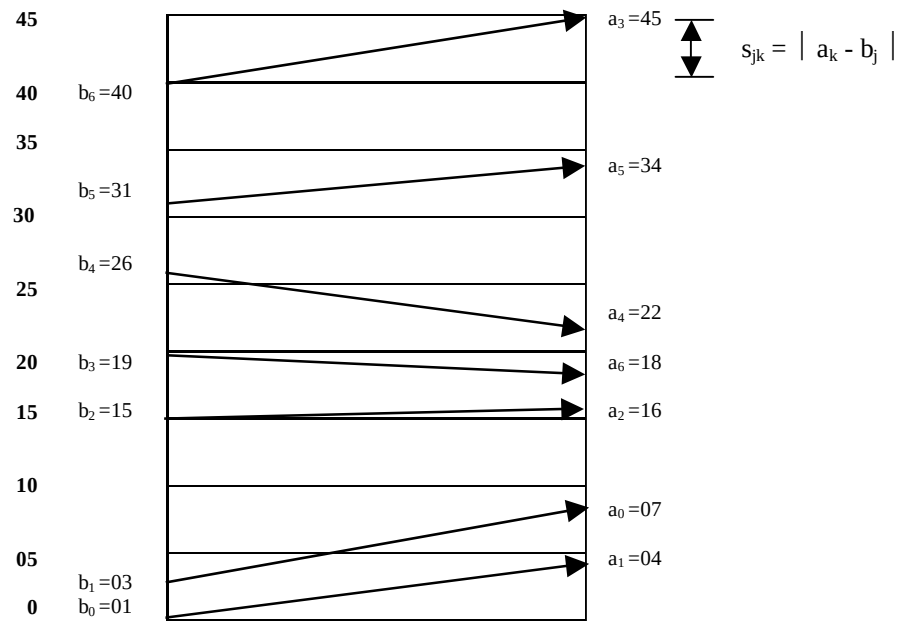
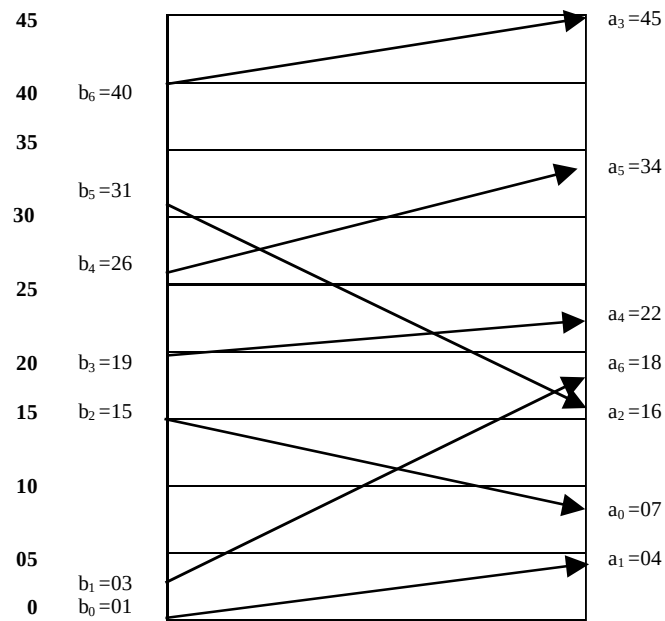

FIGURA 1. Primera permutación.
FIGURA 2. Asignación optima.
PASO 2: Formar un grafo no dirigido con $n+1$ nodos y $A_{j,\phi^*(j)}$ arcos conectando los nodos j y $\phi(j)$. Si el grafo actual tiene un solo componente (un solo recorrido) TERMINAR de lo contrario continuar en el paso 3. PASO 3: Calculo de los costos de intercambio $c\phi^*l(j,j+1)$ para $j=0,\dots,n-1$. $c\phi^*l(j,j+1) = 2\max(\min(b_{j+1}, a_{\phi^*(j+1)}) - \max(b_j, a_{\phi^*(j)}))$	Ver Figura 1. Se toma la ciudad con el menor b_j y se une a la ciudad con el menor a_j, y así sucesivamente hasta terminar. Se busca una permutación donde las flechas no crucen, pues esto genera un costo mayor.  Cambios en costo debido al intercambio. $c\phi^*l(0,1) = 0$ $c\phi^*l(0,1) = 2(15-7)=16$ $c\phi^*l(0,1) = 2(18-16)=4$ $c\phi^*l(0,1) = 2(22-19)=6$ $c\phi^*l(0,1) = 2(31-26)=10$ $c\phi^*l(0,1) = 2(40-34)=12$ Ver Tabla 2, Figura 1.
PASO 7: El recorrido optimo ϕ^{**} se construye aplicando la siguiente secuencia de intercambios sobre la permutación ϕ^*: $\phi^{**} = \phi^* l(j_1, j_1 + 1) l(j_2, j_2 + 1) \dots l(j_l, j_l + 1) l(k_1, k_1 + 1) l(k_2, k_2 + 1) \dots l(k_m, k_m + 1).$	El recorrido optimo se obtiene después de los siguientes intercambios. $\phi^{**} = \phi^* l(2, 3) l(1, 2) l(3, 4) l(4, 5).$ Ver figura 2 y tabla 2. De esta manera el recorrido optimo es $0 \rightarrow 1 \rightarrow 6 \rightarrow 3 \rightarrow 4 \rightarrow 5 \rightarrow 2 \rightarrow 0$ El costo de este recorrido que se calcula como se muestra en la figura 1. $3 + 15 + 5 + 3 + 8 + 15 + 8 = 57$